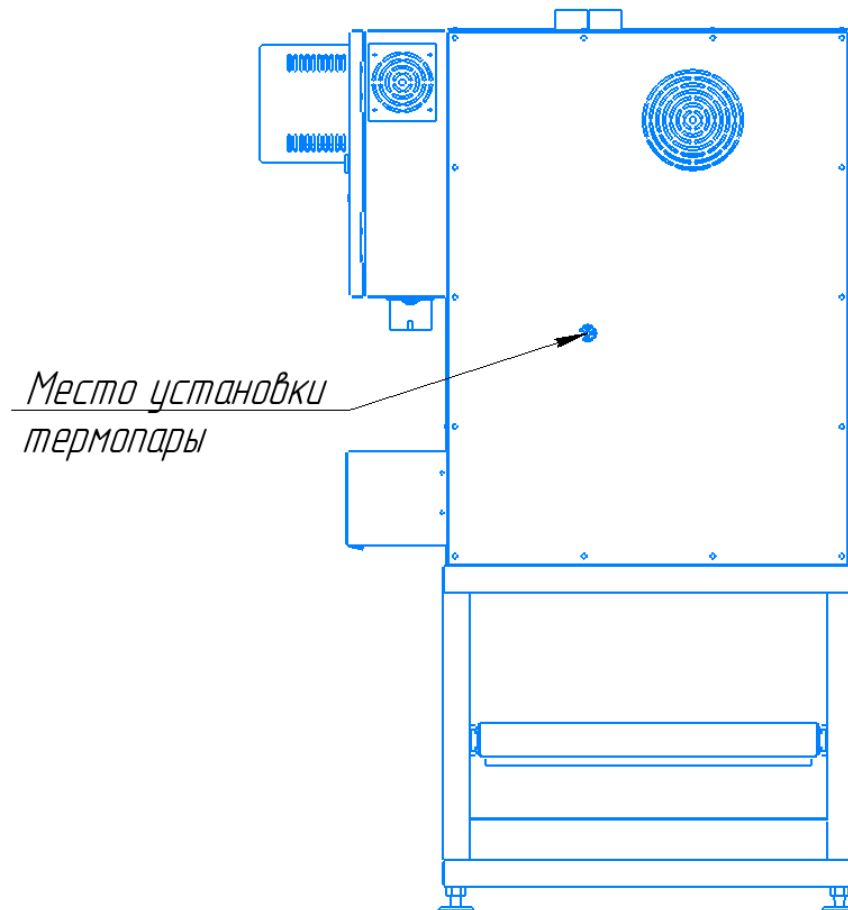

Рисунок 28 – Место установки термопары (вид аппарата сзади)
5.8.1 Установить термопару образцового термометра в отверстие в печи (см. рисунок 28) и обеспечить зазор 1-3 мм между крайней точкой термопары и упором.